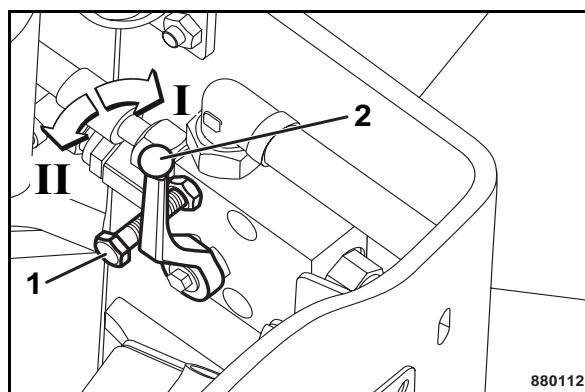

Fig. 106
- Dévisser la vis de sécurité (1) (Fig. 106).
- Basculer la manette du robinet à boisseau sphérique (2).